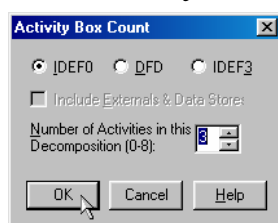

Рис. 45. Диалоговое окно Activity Box Count
1. Выберите кнопку ▼ перехода на нижний уровень в палитре инструментов и в диалоговом окне **Activity Box Count** (рис. 45) установите число работ на диаграмме нижнего уровня – 3 и нажмите кнопку **ОК**.